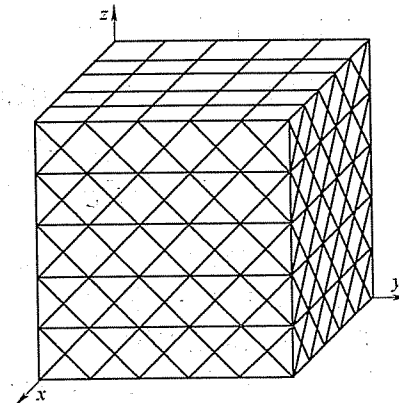

图 27-8 第四题第 3 小题解答图
3. 晶体的滑移面与晶体外表面的交线是可能的滑移线, 其中, 与晶体的滑移方向不平行的那些交线便是滑移线。结果如图 27-8 所示。